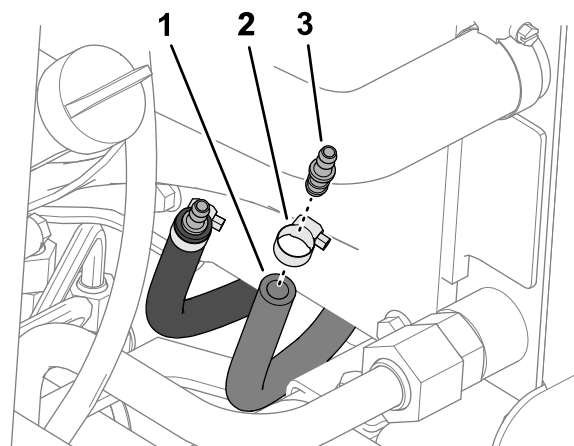

Рисунок 13
1. Вставьте шланговый соединитель типа «елочка» в каждый шланг охладителя топлива (Рисунок 13).
2. Прикрепите шланговый соединитель к каждому шлангу с помощью шланговых хомутов червячного типа (Рисунок 13).